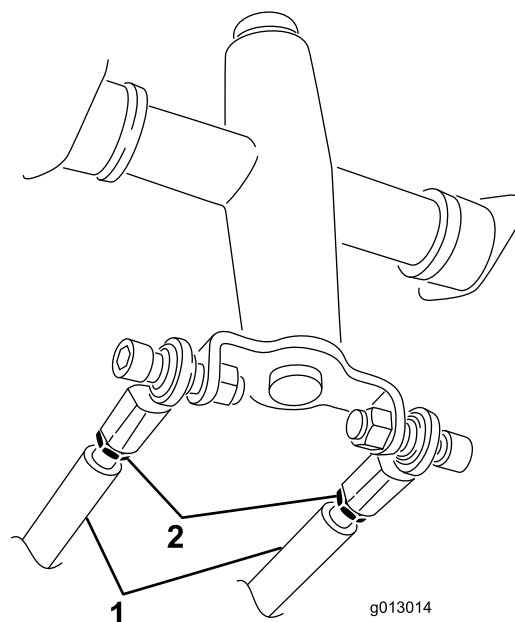

Figura 58
3. Allentare i controdadi situati sulle aste di trazione, al di sotto della plancia (Figura 58).